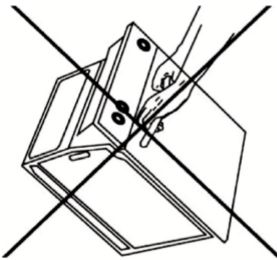

FIGURE 24
- N'utilisez pas le levier de la porte du four pour retirer l'appareil de son emballage ou le déplacer (**Voir la figure 24**).